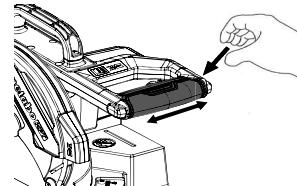

Fig. 1
1. Asegúrese de sostener firmemente la herramienta durante la operación. De lo contrario, podría sufrir un accidente o lesiones. (Fig. 1)